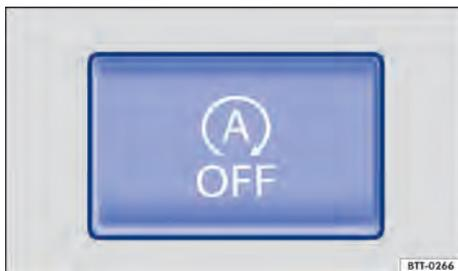

Fig. 155 Na parte inferior do console central: botão do sistema Start-Stop.
- Pressionar o botão no console central ⇒ **Fig. 155**.